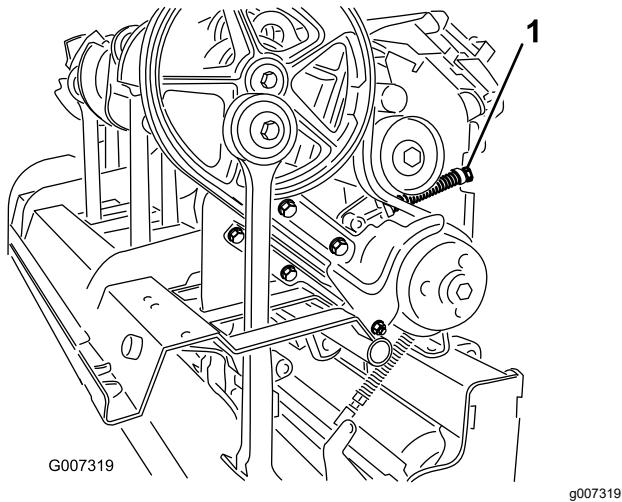

Figura 38
- Para liberar la tensión del muelle tensor, afloje la contratuerca que sujeta el retenedor del muelle (Figura 38) y gire el retenedor del muelle.